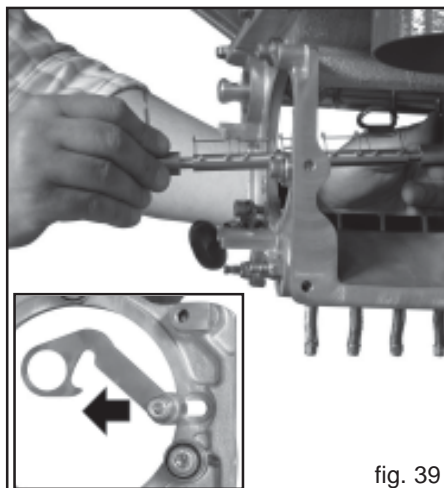

fig. 39
- 4) Extraire l'arbre des éléments élastiques des sièges (Fig. 39).